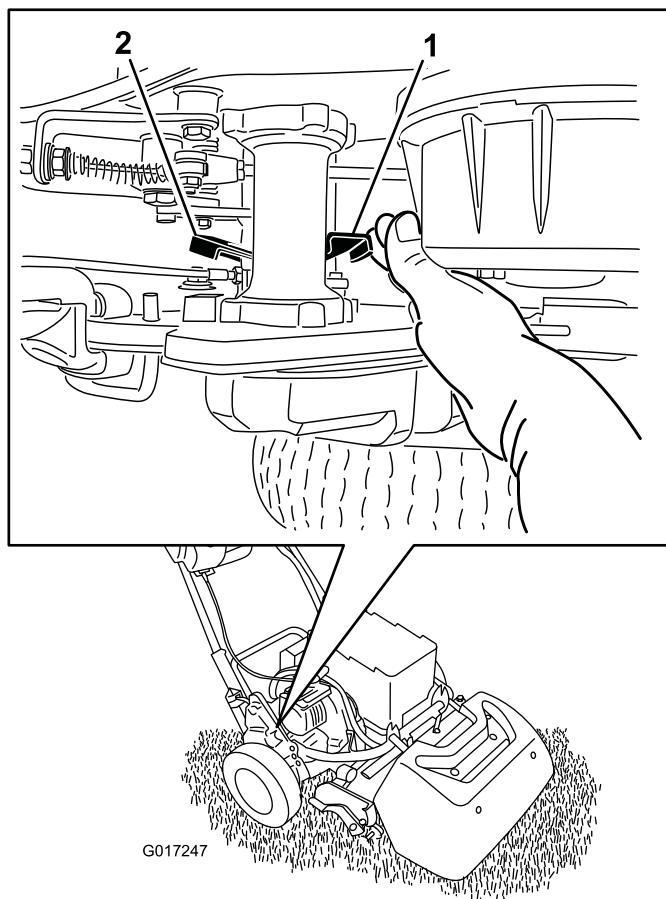

Bild 35
1. Rechts hinten an der Maschine neben der Antriebsgehäusetrommel befindet sich der Hebel zum Ein-/Auskuppeln des Fahrtriebs (Bild 35).